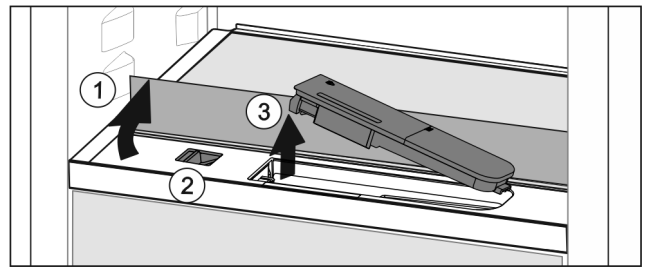

Fig. 56
- ▶ Levante la plancha de cristal y bájela hacia atrás hasta el tope Fig. 56 (1).
- ▶ Desplace la compuerta Fig. 56 (2) hacia la izquierda.
- ▶ Retire el depósito de agua Fig. 56 (3).